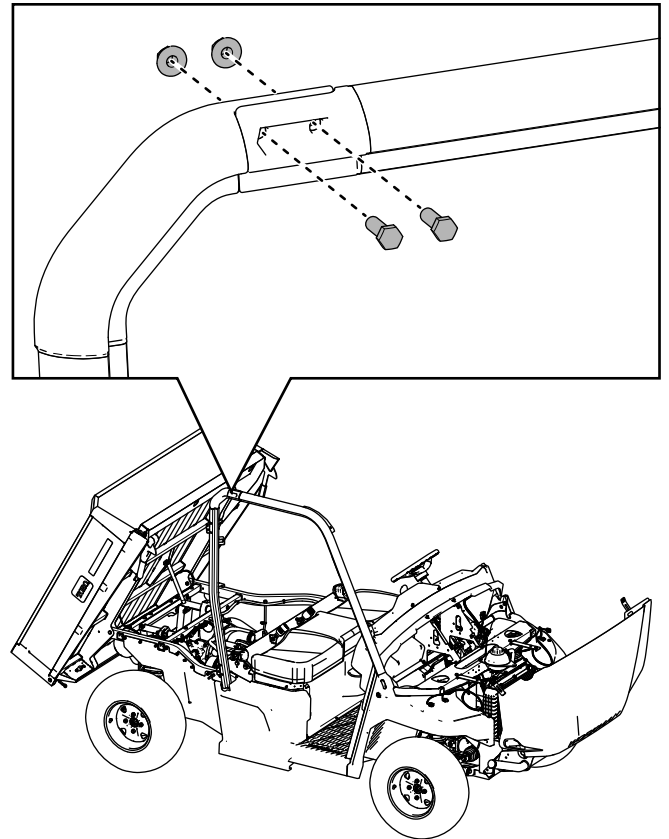

図 14
8. 右前 ROPS アセンブリを右後 ROPS アセンブリに仮止めする六角ヘッドボルト3/8 x 1-1/4"2 本とロックナット3/8"2 個で図 14 のように取り付ける。